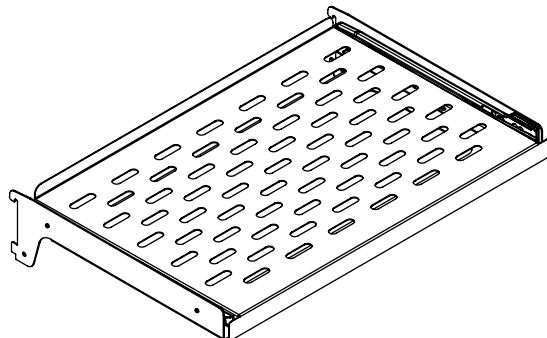

Figura 20
- (1) estantes deslizables perforados de acero inoxidable (vea la Figura 20).